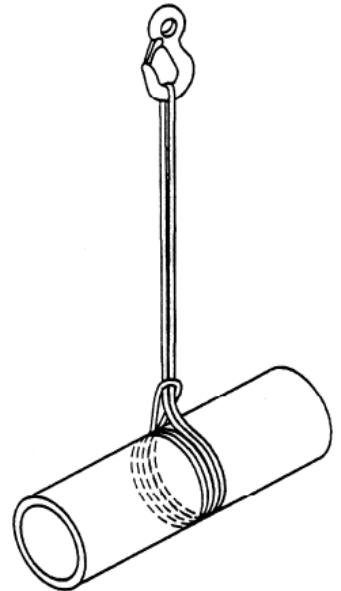

Fig. 1
- Lorsqu'une élingue est utilisée par étranglement, elle doit être positionnée de manière à permettre l'apparition d'un angle naturel ( $120^\circ$ ) et éviter que la chaleur ne soit générée par frottement. Une élingue ne doit jamais être forcée dans une position et il ne faut pas tenter de resserrer la préhension. La méthode correcte de sécurisation d'une charge dans un attache à double étranglement est illustrée sur la Fig 1. Une attache à double étranglement offre une plus grande sécurité et contribue à empêcher la charge de glisser à travers l'élingue.